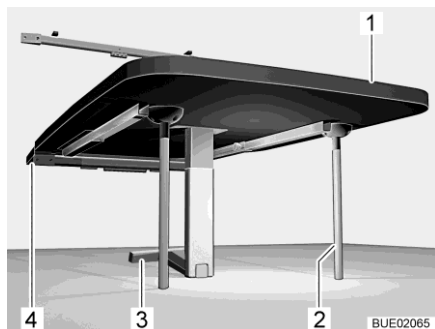

Fig. 138 Table suspendue pour sommier de lit
- Soulever le plateau de table (Fig. 138,1) à l'avant.
- Rabattre la partie inférieure du pied d'appui à joint (Fig. 138,3) de 90°.
- Placer deux pieds d'appui supplémentaires (Fig. 138,2) dans les fixations sur la partie inférieure du plateau de table.
- Mettre la table en place dans la baguette de support inférieure (Fig. 138,4) et la verrouiller.